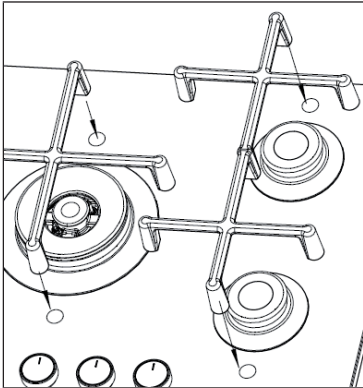

Figura 8
- Posizionare il supporto del piatto sul segno sulla base (vedi figura 8).